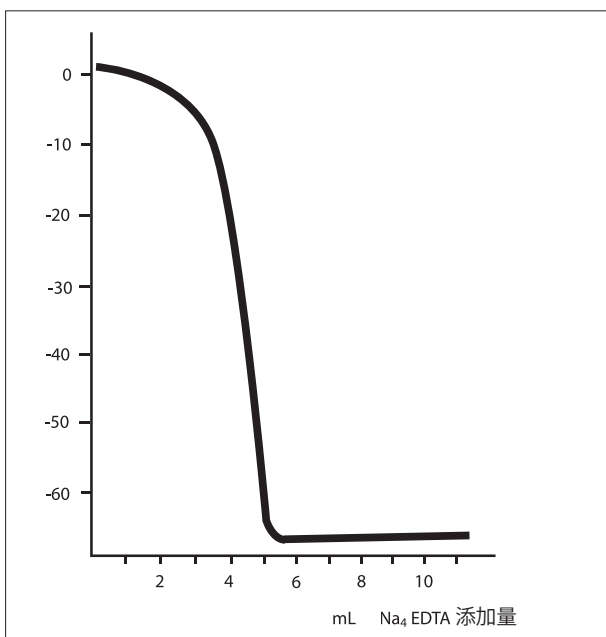

図 3 –アンモニアで pH を 10 に調整した状況で 5×10^{-3} mol/L の CaCl_2 100 mL に 0.1 mol/L Na_4EDTA を加えておこなう典型的な滴定。
2. Tx Excellence および G20 Compact 滴定装置に設定されている標準 EQP (当量点) 滴定法テンプレートを使用して、当量点滴定を行います。滴定の EQP とは、スロープが最も大きくなる点 (変曲点) です。図 3 を参照。